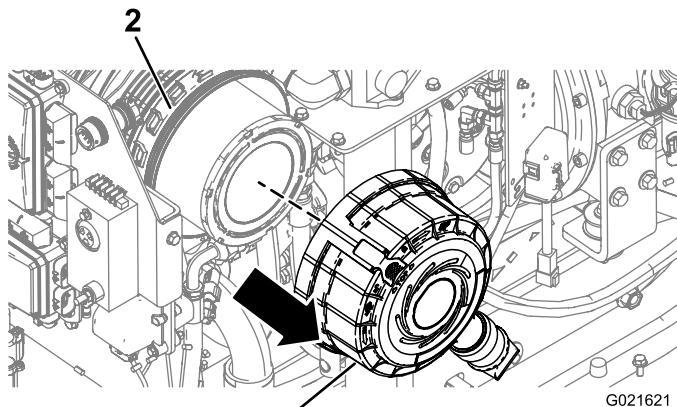

Рисунок 118
| 1. Крышка воздухоочистителя | 7. Оттяните крышку воздухоочистителя от корпуса фильтра и снимите крышку (Рисунок 118) . |
3. Установите крышку фильтра воздухоочистителя в требуемое положение относительно корпуса фильтра (Рисунок 118).